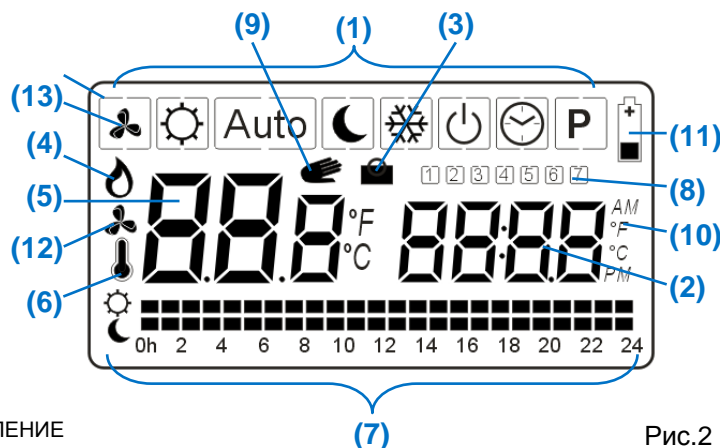

Рис.2
Под программой подразумевается поддержание системой комфортной и ночной температур в течении заданных в программе отрезков времени. Текущая программа отображается на дисплее (7, рис. 2, стр. 1) в виде пунктира: штрихи расположенные напротив символа ☀ соответствуют времени работы по комфортной температуре, а штрихи, расположенные напротив символа ☾, работе по ночной температуре (1 штрих = 1 час). Значение поддерживаемой температуры устанавливается непосредственно на термостате (для WFHT-Basic RF значение пониженной температуры на 4 °C ниже, комфортной, а для WFHT-LCD RF и Milux RF возможна раздельная установка).
Перейдите курсором при помощи (◀) и (▶) на символ **P** и нажмите на (OK). Дисплей показывает номер выбранной зоны (5, рис. 2) и день недели (9, рис. 2).
При помощи (+) и (-) выберите номер зоны. Зеленый диод выбранной зоны начинает мигать, в то время как на дисплее мигает соответствующий номер зоны (5, рис. 2). Подтвердите выбор при помощи (OK).
Номер выбранной программы (2, рис. 2) начнет мигать. При помощи (+) и (-) выберите одну из стандартных программ **P1 – P9** и подтвердите выбор (OK).
Переведите курсор на меню программ **P** и нажимайте на (-) до появления на дисплее одной из пользовательских программ **U1 - U12**. Выберите одну из программ при помощи (OK). На дисплее мигает время (2, рис. 2).
При помощи (◀) и (▶) перемещайте курсор временной оси пунктирной линии (7, рис. 2). При помощи (+) установите штрих напротив символа ☼ или при помощи (-) напротив символа ☾.